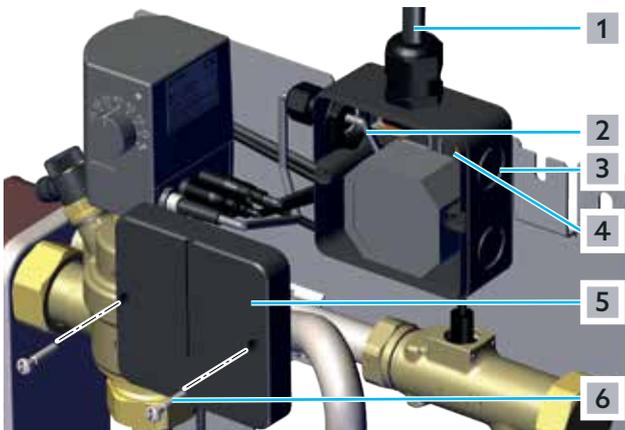

Fig. 13: Branchement électrique de la station d'appartement
- 1 Desserrer les vis ((6) sur la Fig. 13 en page 21) et retirer le couvercle (5) de la boîte de raccordement (3).
- 2 Raccorder le câble d'alimentation électrique (1) aux bornes préparées (4) dans la boîte de raccordement.